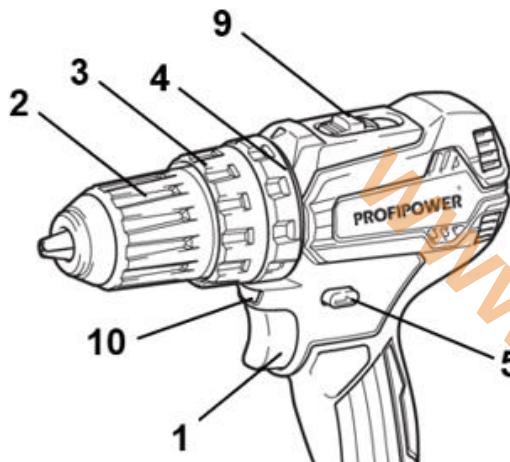

Рисунок 2.3.1. Органы управления.
1. Для включения электроинструмента нажмите триггерный выключатель «1» (рисунок 2.3.1.) и держите его нажатым.
ВНИМАНИЕ! Пользуйтесь переключателем «5» только после полной остановки инструмента. Направления вращения патрона можно изменять с помощью переключателя «5», при отпущенной клавише выключателя «1» (рисунок 2.3.1.).